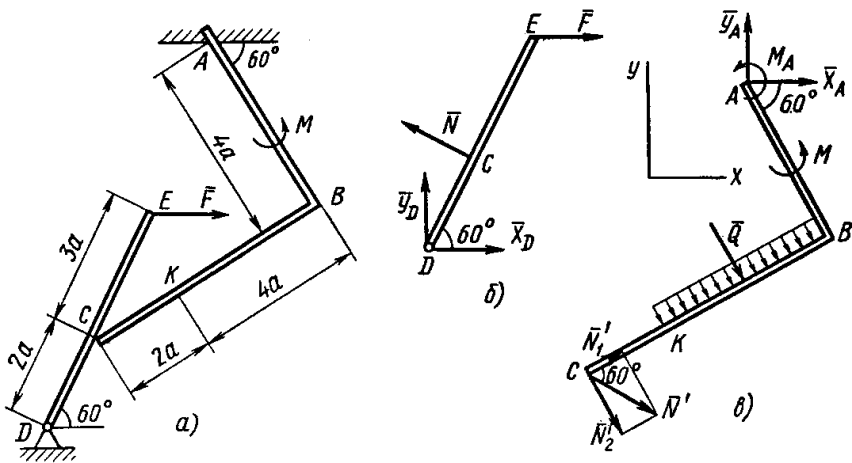

Рис. 7
На угольник ABC ($\angle ABC = 90^\circ$), конец A которого жестко заделан, в точке C опирается стержень DE (рис. 7 а). Стержень имеет в точке D неподвижную шарнирную опору и к нему приложена горизонтальная сила \vec{F} в точке E , а к угольнику – равномерно распределенная на участке KB нагрузка интенсивности q и пара сил с моментом M .
рассмотрим сначала равновесие стержня DE (рис. 7 б). Проведем координатные оси x и y и изобразим действующие на стержень силы: силу \bar{F} , реакцию \bar{N} , направленную перпендикулярно стержню, и составляющие \bar{X}_D и \bar{Y}_D реакции шарнира D . Для полученной плоской системы сил составляем три уравнения равновесия:
2. Теперь рассмотрим равновесие угольника (рис. 7 в). На него действуют сила давления стержня \bar{N}' , направленная противоположно реакции \bar{N} , равномерно распределенная
О т в е т: $N = 21,7$ кН, $X_D = 8,8$ кН, $Y_D = -10,8$ кН, $X_A = -26,8$ кН, $Y_A = 24,7$ кН, $M_A = -42,6$. Знаки минус указывают, что силы \bar{X}_A , \bar{Y}_D и момент M_A направлены противоположно показанным на рис. 7.